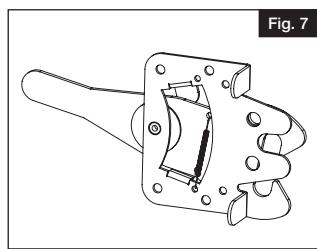

Fig. 7
- c. Retourner la plaque de poteau de sorte que les supports de "doigt" soient placés face vers la gauche et replacer le ressort, tel qu'indiqué (Fig. 7).